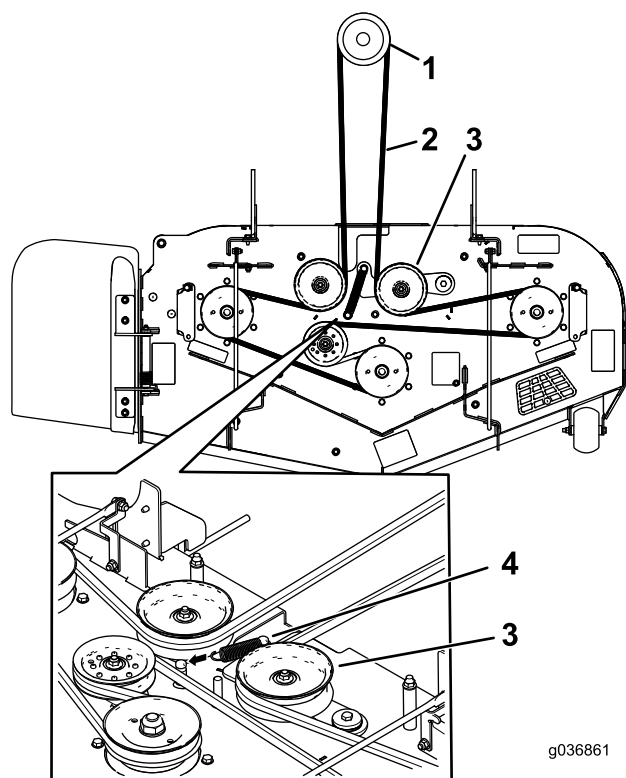

図 63
10. 新しいベルトをデッキのプーリ、およびエンジン下のプーリに取り付ける 図 63。
11. アイドラスプリングを取り付ける 図 63。